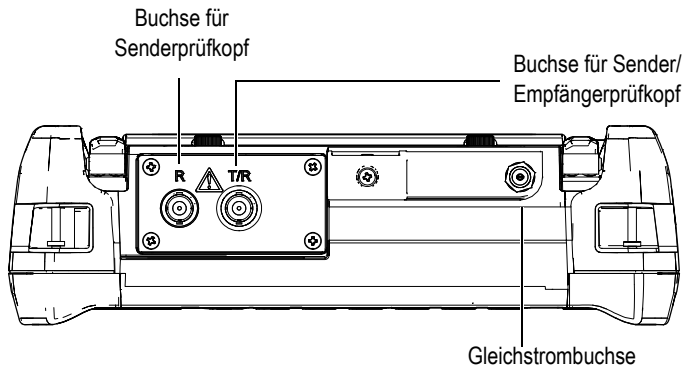

Abbildung 1-3 Buchsen oben am Gerät
Die Gleichstrombuchse, die Buchse für den Senderprüfkopf (R) und die Buchse für den Sender/Empfängerprüfkopf (T/R) befinden sich oben am EPOCH 600 (siehe Abbildung 1-3 auf Seite 26).